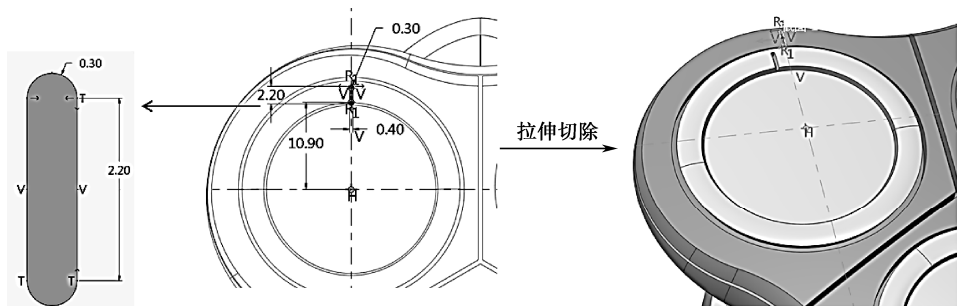

图 7-172 拉伸切除
(7) 单击【模型】→按钮，单击，以 DTM2 为基准平面，绘制图 7-172 中的跑道形曲线，选取，单击得到如图 7-172 所示的拉伸切除结果。